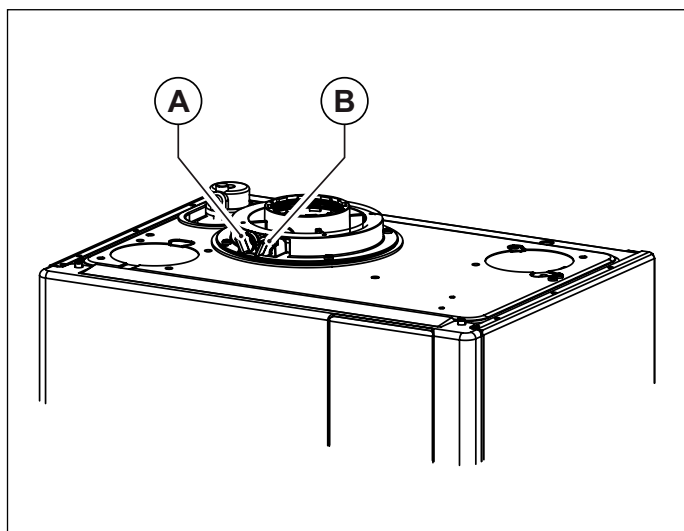
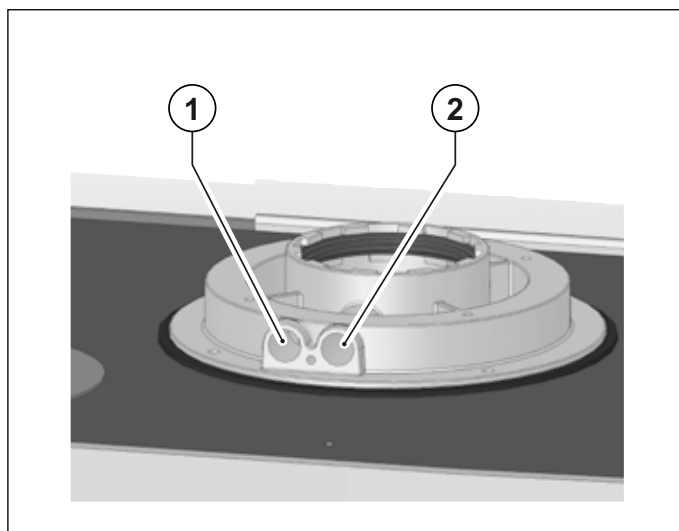

Fig. 21 Posizione tappi
Fig. 22 Posizione fori
La caldaia è provvista di una torretta per il collegamento della tubazioni di aspirazioni aria/scarico fumi (vedi Fig. 21 Posizione tappi e Fig. 22 Posizione fori).
Nella torretta sono stati predisposti dei fori per l'accesso diretto all'aria comburente ed allo scarico dei fumi (vedi Fig. 21 Posizione tappi).
Prima di effettuare le misurazioni togliere i tappi **A** e **B** dai fori predisposti sulla torretta (vedi Fig. 21 Posizione tappi).
- misura dell'aria comburente prelevata nell'apposito foro **1** (vedi Fig. 22 Posizione fori).
- misura della temperatura fumi e della CO₂ prelevata nell' apposito foro **2** (vedi Fig. 22 Posizione fori).